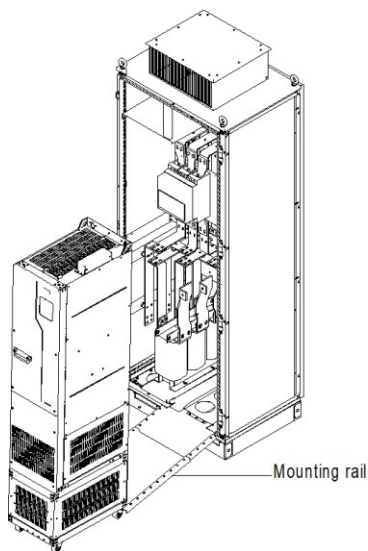

Figura 4-15 Alinhamento dos rodízios da VFD com o trilho de montagem
- ✧ A VFD pode ser empurrada para dentro ou para fora do gabinete somente depois que os rodízios estiverem alinhados com o trilho. Para garantir a segurança, providencie duas pessoas para empurrar a VFD para dentro ou para fora do gabinete. Consulte a Figura 4-15 e a Figura 4-16.
4	Peça a duas pessoas para alinhar os rodízios do VFD com o trilho de montagem e empurrar o VFD para o gabinete. (Consulte a Figura 4-15 e a Figura 4-16. Use a corda auxiliar para montagem a fim de evitar que o VFD tombe lateralmente durante o empurrar para dentro ou para fora).